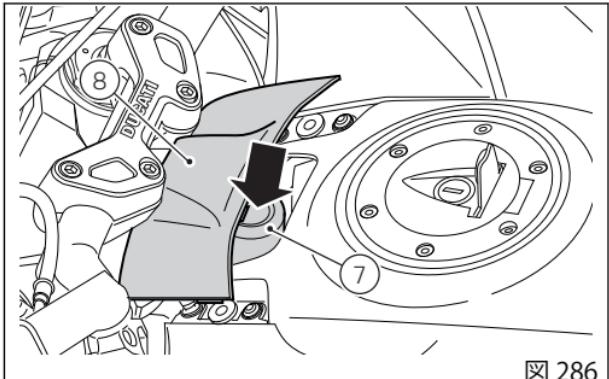

図 286
(図286)は Hands Free ブロック (7) と保護カバー (8) の位置を示し、(6) はアンテナの位置を示します。